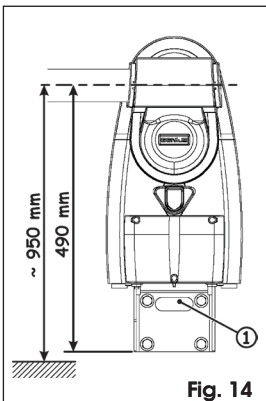

Fig. 14
Bij het wandmodel kunnen de elektriciteitskabels in de muur worden geplaatst, waarbij ze uit de steun komen (Fig. 14 ref.①), of ze kunnen op de muur zitten met gebruikmaking van geschikte buizen of mantels. Zie 4.3.1 om de positie van de kabels te bepalen.
1. Bepaal de plaats van de beugel door rekening te houden met de waarde van Fig. 14. Het wordt aangeraden het automatisch systeem zo te installeren dat de arm zich ongeveer een meter boven de grond bevindt.